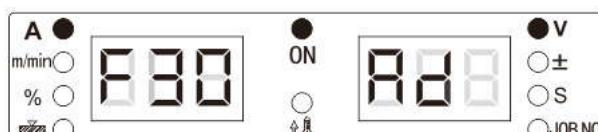

Рисунок 3-30. Отображение информации о модели сварочного аппарата на цифровых дисплеях
- На цифровом дисплее появится информация о модели сварочного аппарата (см. Рисунок 3-30).